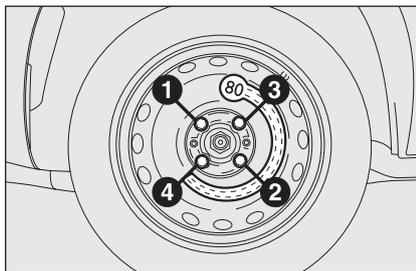

fig. 8
- mediante l'utilizzo della chiave in dotazione, serrare a fondo i bulloni, passando alternativamente da un bullone a quello diametralmente opposto, secondo l'ordine numerico illustrato in **fig. 8**.
- mediante l'utilizzo della chiave in dotazione, serrare a fondo i bulloni secondo l'ordine rappresentato in precedenza per il ruotino di scorta (vedere fig. 8);